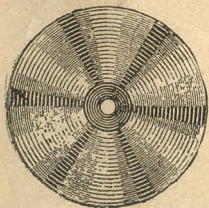

Fig. 132.—Disco de Newton.
1.º Se los dispone por orden según los sectores de un círculo, *disco de Newton* (fig. 132). Se da á este círculo